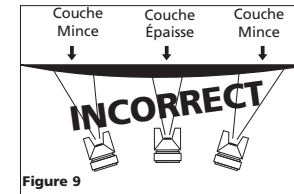

Figure 9
**REMARQUE:** Lorsque l'on pulvérise, ne jamais garder le poignet rigide et ne jamais diriger le pistolet en "éventail" d'un bord à l'autre, sinon, il se rapprochera trop de la surface de pulvérisation et la peinture sera trop épaisse au centre et pas assez aux extrémités. La couche sera mal étendue et irrégulière (Voir Figure 9).